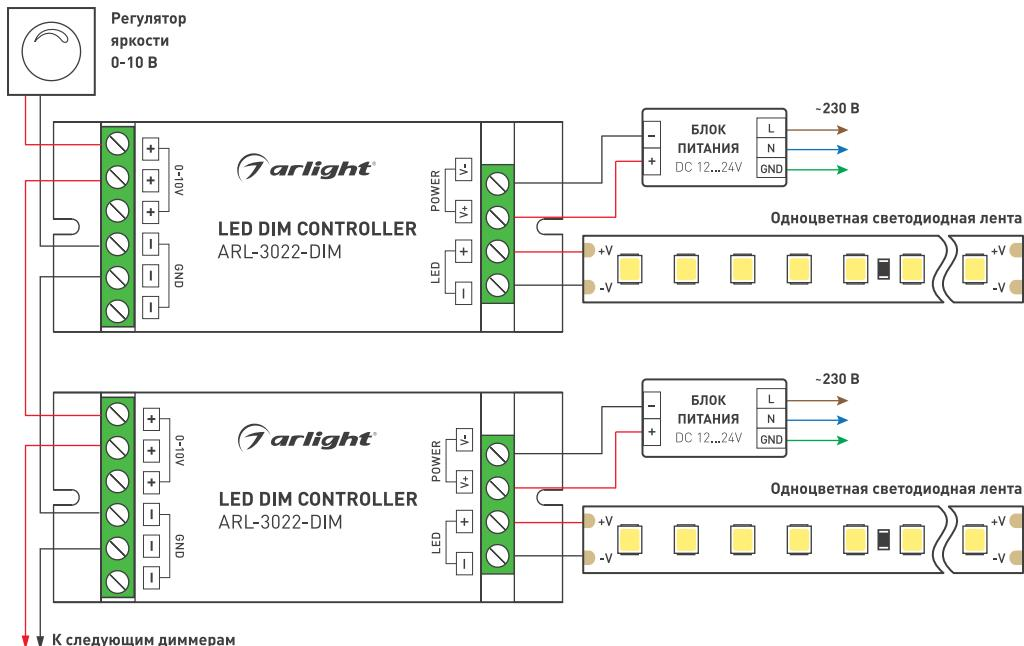

Рис.1. Общая схема подключения диммера
- 3.3. Согласно используемой схеме [Рисунок 1], подключите светодиодную ленту или другой совместимый светодиодный источник света к выходу LED-диммера. Соблюдайте полярность и порядок подключения проводов к клеммам.